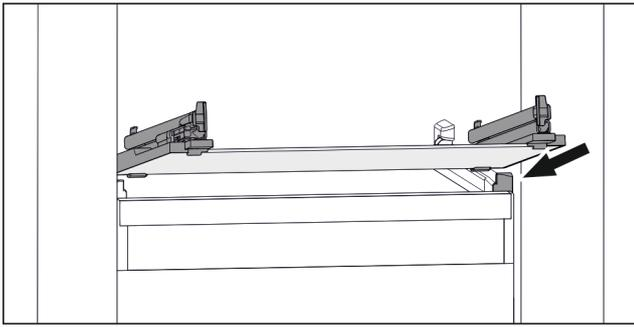

Fig. 63 Примерное отображение стеклянной пластины
- ▶ Наклоняя вниз, установите стеклянную пластину за стопоры. (см. Fig. 63)